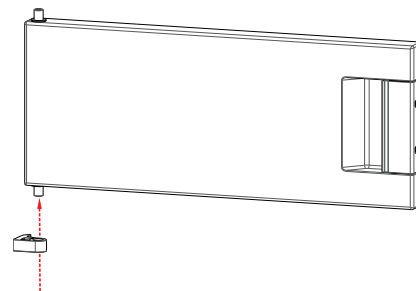

Fig. 7
- ▶ Drej nu frostboksens dør 180°. Sæt frostboksens hængsel på den venstre tap (fig. 7).